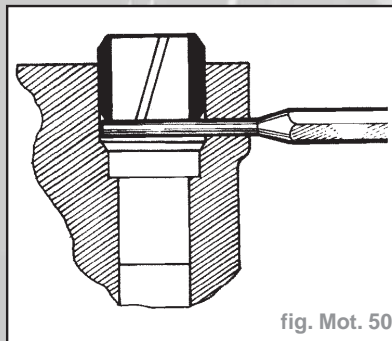

fig. Mot. 50
- Mettre les douilles à hauteur correcte en utilisant un chasse-goupilles  $\varnothing 3$  mm (fig. Mot. 50).
- Introduire une tige de  $\varnothing 3 \text{ mm}$  (chasse-goupille) dans chaque logement de douilles de centrage et placer celle-ci en butée sur les tiges pour empêcher leur enfoncement lors de la repose de la culasse (fig. Mot. 50).